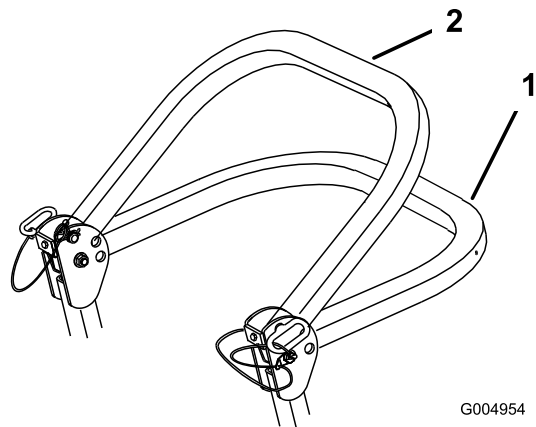

Figura 8
2. Coloque la barra anti-vuelco en la posición de bajada. Hay dos posiciones de bajada. Vea las posiciones en Figura 8.